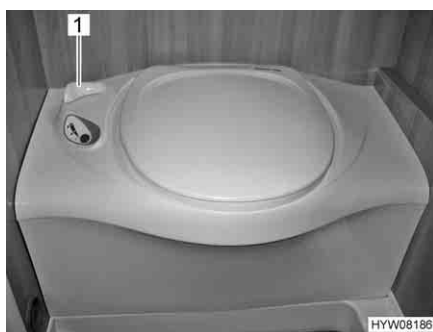

Fig. 152 Toilette Thetford
- Prima di tirare l'acqua, aprire il cursore della toilette Thetford. A tal fine ruotare la leva del cursore (Fig. 152,1) in senso antiorario.
- Dopo aver tirato l'acqua chiudere il cursore. Ruotare la leva del cursore (Fig. 152,1) in senso orario.